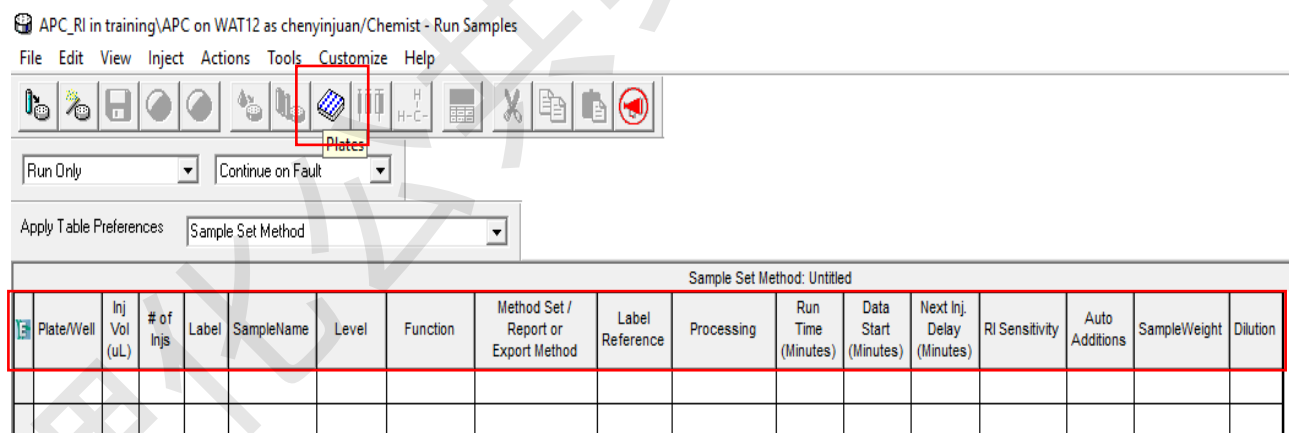
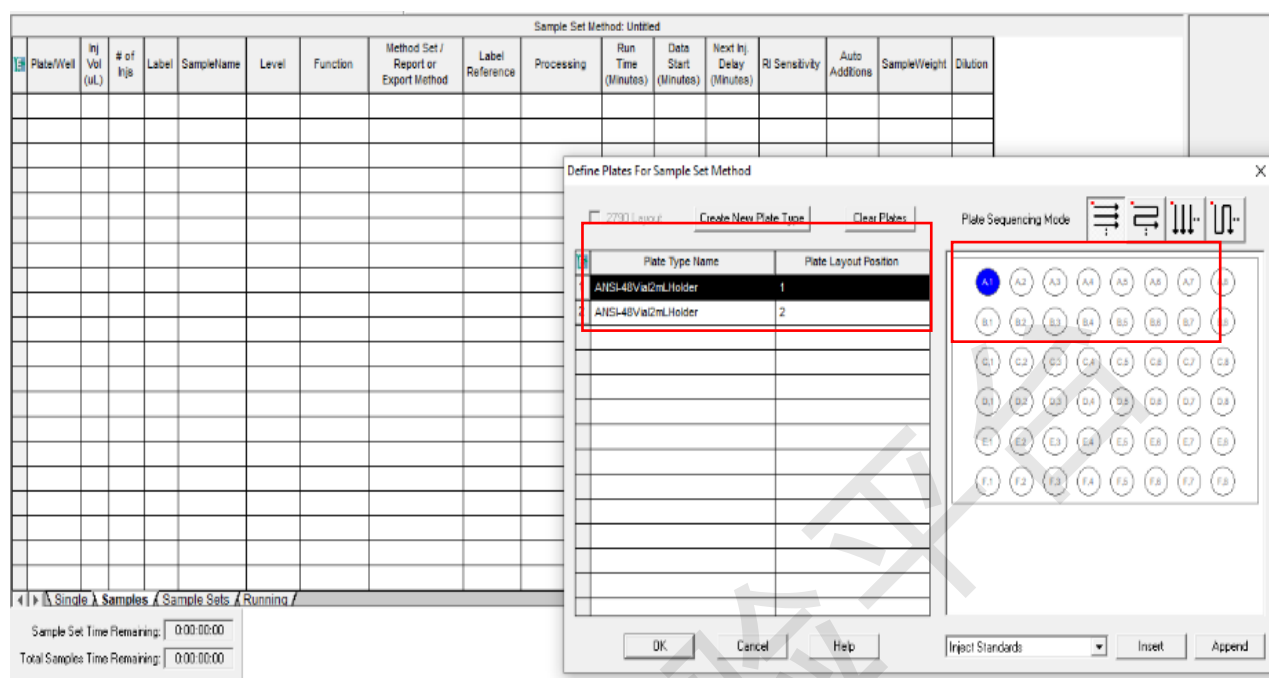

图7-15
图7-16
点击图7-15上Plates图标, 显示样品瓶选择对话框, 如图7-16所示。聚合物色谱使用的样品盘类型为ANSI-48Vial2mlHolder, (6\*8孔), 仪器共两个样品盘, 根据7.4.9操作, 选择正确的样品盘和样品瓶位置, 斜角处样品为A1位置。样品盘加样模式为从左到右。例如: 某样品放在1号盘, A1位置, 则选择ANSI-48Vial2mlHolder (1), 并点击A1, Insert, 最后点击OK, 关闭对话框。